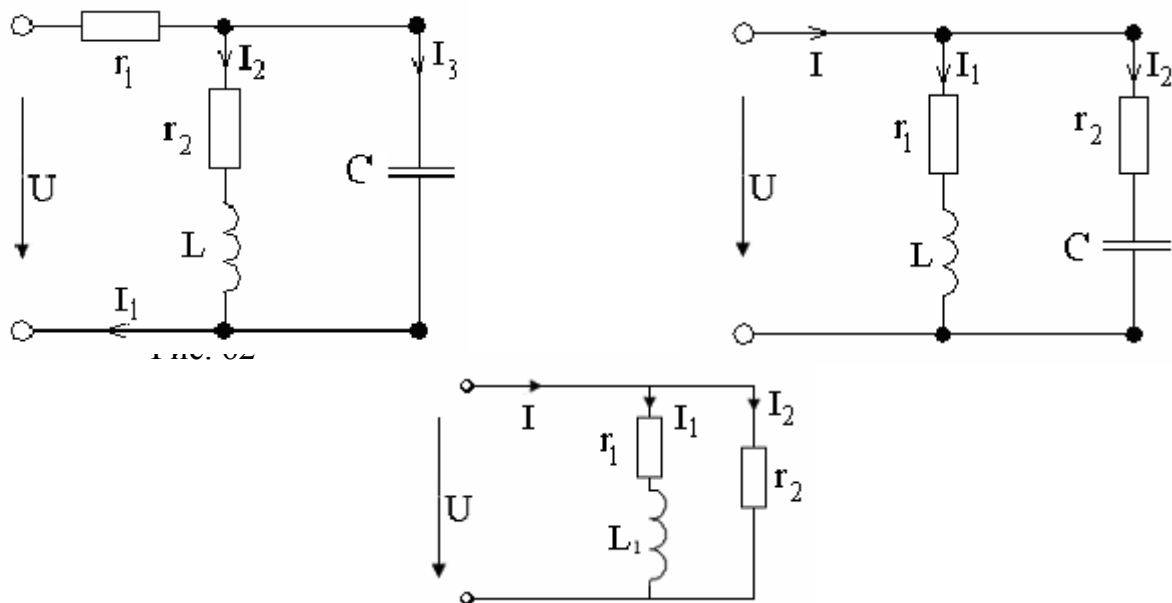

Рис. 64
42. В схеме из двух параллельных ветвей (рис. 64) известны токи $I=6,5$ А, $I_1=3,5$ А, $I_2=4$ А, при $r_2=30$ Ом. Определить мощность, расходуемую в первой ветви, и найти ее параметры (r_1, L_1) Построить векторную диаграмму.